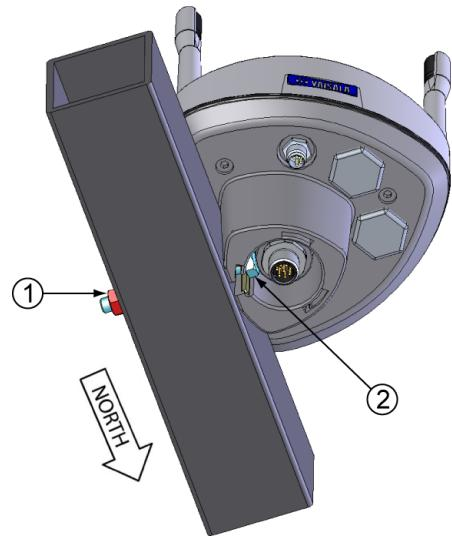
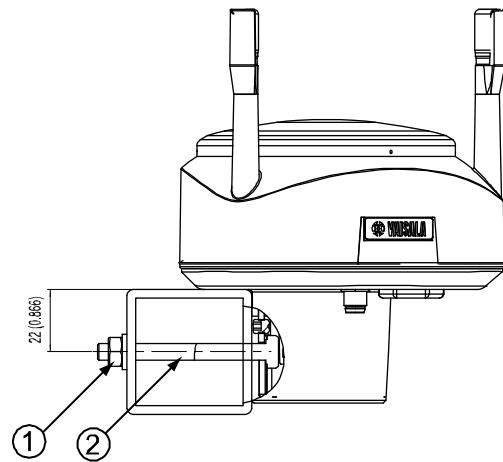

図13 WMT52をクロスアームに取り付け
図14 クロスアーム取り付けボルトの配置
3. 取り付けボルト(M6 DIN933)とナットを用いて、図のようにセンサをクロスアームに取り付けます。33 ページの 図 13 と 33図 14 を参照してください。